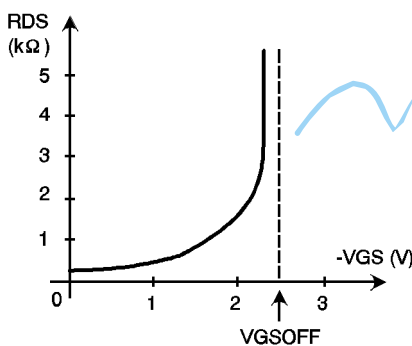

Fig 5 Variations de  $R_{ds} = f(V_{gs})$
conducteur de type N situé entre la source et le drain. Pour des valeurs de  $V_{gs}$  de plus en plus négatives et dans la même zone (A), la pente des droites  $I_d=f(V_{ds})$  diminue. Ce phénomène traduit le fait que la résistance du canal N situé entre drain et source augmente quand  $V_{gs}$  devient de plus en plus négative car cela entraîne la disparition progressive des porteurs de charges du canal N. Tout se passe en fait comme si l'on réduisait la largeur conductrice du canal quand  $V_{gs}$  devient de plus en plus négative ce qui en augmente la résistance. Quand on arrive à  $V_{gsoff}$ , le canal étant vidé de ses porteurs, plus aucun courant  $I_d$  ne peut passer du drain vers la source. Sur notre exemple,  $V_{gsoff}=-2,5V$ . La courbe de la figure 5 montre les variations de  $R_{ds}=U_{ds}/I_d$  en fonction de  $V_{gs}$ .